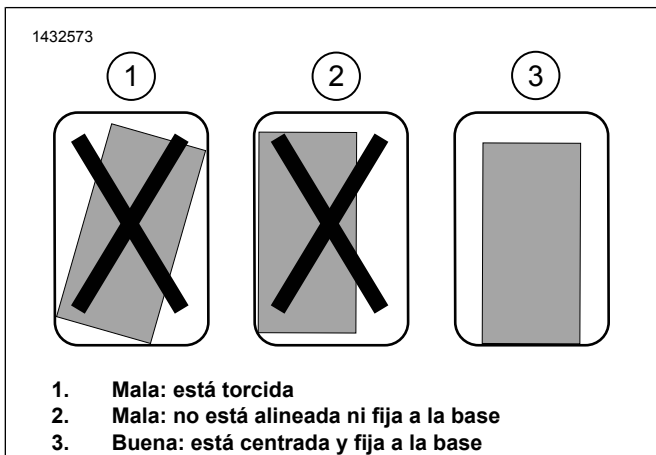

Figura 11. Instalación de la pieza de soporte
- a. Figura 11 Verifique que el conjunto de soporte de montaje encaje en su lugar. La pieza de soporte debe estar derecha, centrada y lo más cerca posible de la base de la alforja.
- c. Figura 11 Verifique la posición final de la pieza de soporte y asegúrese de que esté derecha, centrada y lo más cerca posible de la base de la alforja.